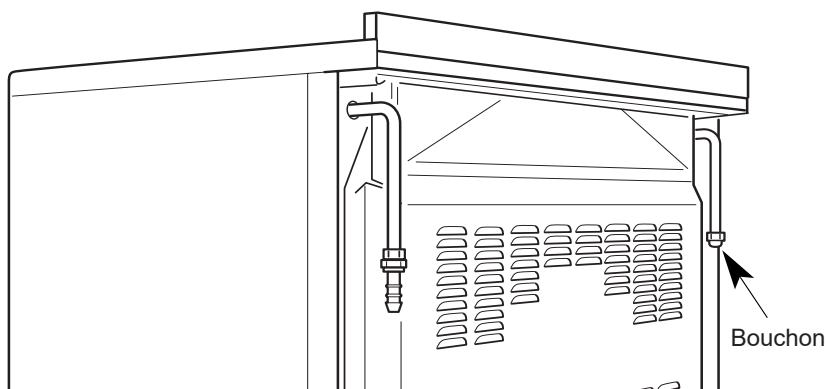

Fig. 2.1a
- Le raccordement s'effectue à l'arrière de l'appareil, à gauche ou à droite (fig. 2.1a), de façon à ce que le tuyau ne passe jamais derrière l'appareil.